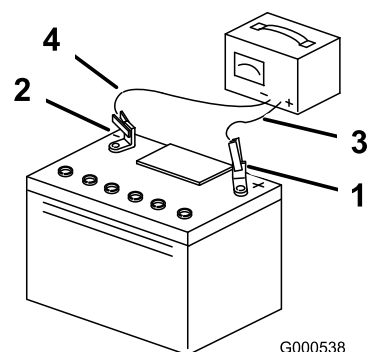

Figura 50
3. Quando la batteria è completamente carica, staccate il caricabatterie dalla presa elettrica e scollegate i cavi di ricarica dai poli della batteria (Figura 50).